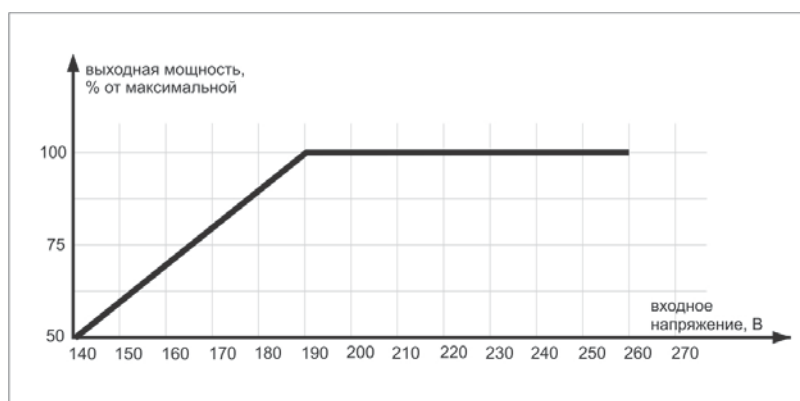

Рис.1
- Убедиться в том, что выключатель (рис. 1, поз. 3 ) находится в положении «выкл»;
- Перевести выключатель (рис. 1, поз. 3 ) в положение «вкл» на 10 секунд;
- Дисплей (рис. 1, поз. 2 ) должен показывать 220 В при работе стабилизатора в штатном режиме;
- Перевести выключатель (рис. 1, поз. 3 ) в положение «выкл».
- Установить выключатель (рис. 1, поз. 3 ) в положение «вкл». Обратите внимание, что напряжение на нагрузку будет подано с задержкой 3-6 сек.(время, необходимое стабилизатору для подстройки выходного напряжения).